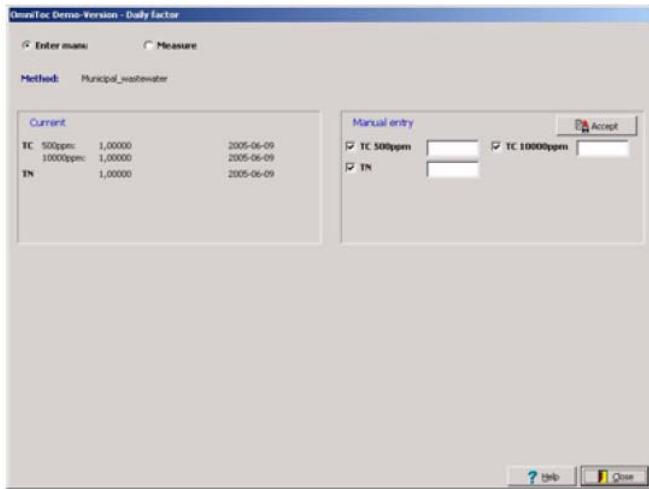

图50 Daily Factor (日因子) 窗口——Manual Input of Daily Factor (日因子的手动输入)
- 在**Daily factor**（日因子）窗口（图50），选择**Enter Manually**（手动输入）。
2. 在Daily factor (日因子) 窗口 (图50)，选择Measure (测量)。